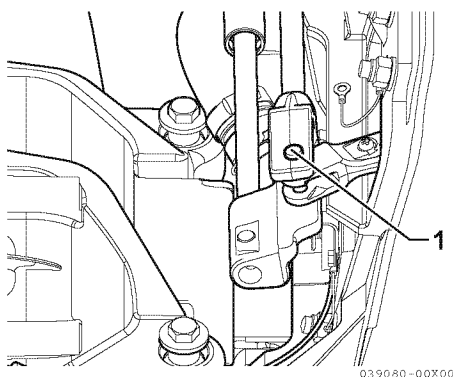

Figure 7
3. Lubrifiez l'axe de chape de la servodirection (1, **Figure 7**).